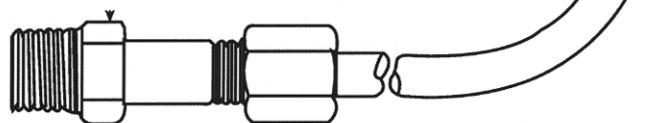

Figura 5
El control de volumen de aire se instala en el orificio roscado de la cámara de amortiguación de aire. Se debe conectar con tubo de cobre a la válvula neumática en el cuerpo de la bomba de agua. Consulte la Figura 5.
1. Desconecte el tubo de cobre en el control de volumen de aire. Si la fuga proviene del tubo, la válvula neumática en la bomba de aire tiene fuga. Reemplace el núcleo de la válvula. Consulte la Figura 5.